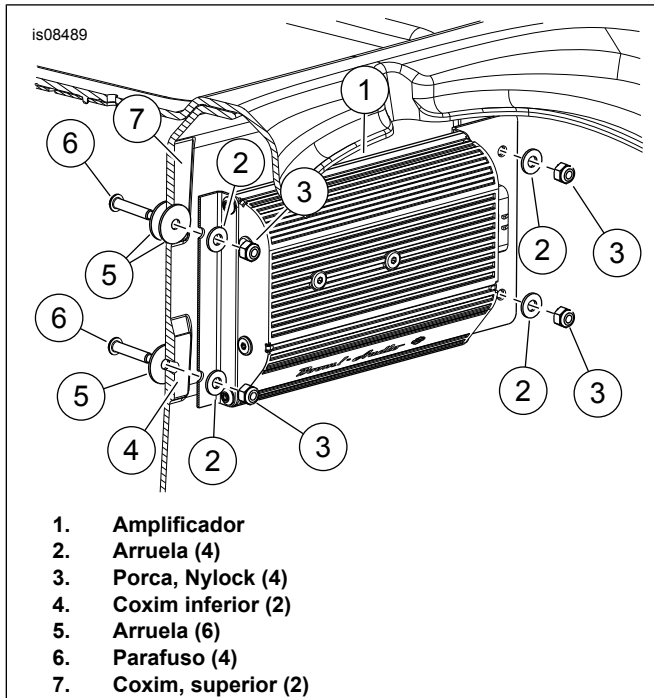

Figura 2. Instalação do amplificador
6. Veja Figura 2 . Posicione o amplificador (1) e os suportes sobre os quatro coxins elevados (4 e 7). Posicione o conector voltado para o lado esquerdo do veículo conforme exibido. Centralize os furos interiores sobre os coxins inferiores (4).
11. Veja Figura 2 . Coloque uma arruela (5) nos parafusos (6). Instale através dos furos da parte interna do compartimento. Da parte externa do compartimento, coloque uma arruela extra (5) sobre os parafusos superiores apenas para funcionar como um espaçador. Posicione o amplificador (1) e os suportes sobre os quatro coxins elevados (4 e 7). Posicione o conector voltado para o lado esquerdo do veículo. Instale as arruelas (2) sobre os suportes e parafusos. Fixe com a porca (3). Aperte.
- Torque: 10,8–12,2 N·m (96–108 in-lbs) Porca (3)